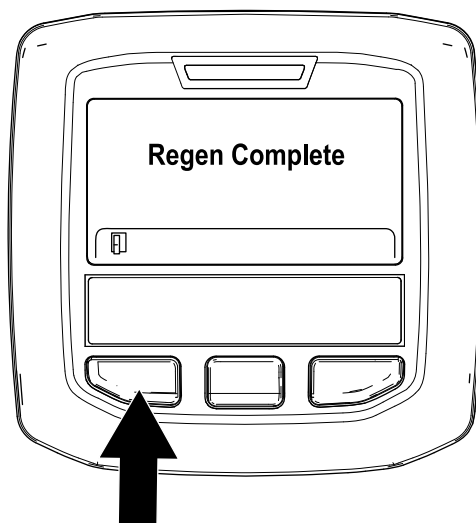

Figura 38
- A regeneração em estacionamento está concluída quando a mensagem “Regen Complete” (Regen. completa) surge no InfoCenter. Prima o botão esquerdo para sair para o ecrã inicial (Figura 38).